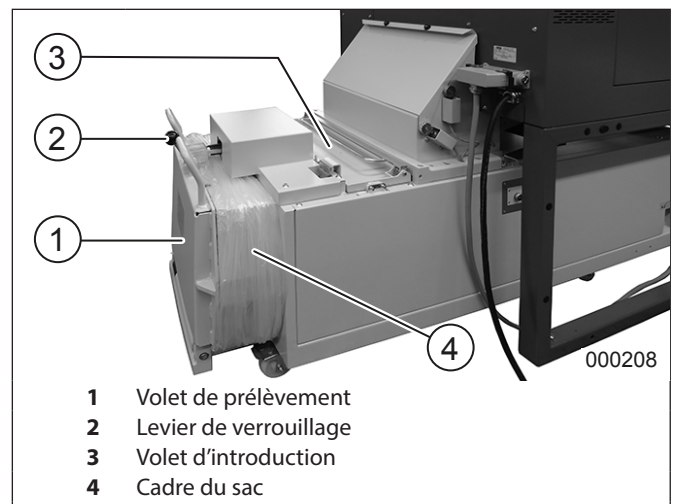

fig. 17 Ouverture du volet de prélèvement
Une pression prolongée sur ce poussoir (au moins pendant 2 secondes) fait légèrement reculer le vérin de compression et fait légèrement avancer le levier de verrouillage (fig. 17/2) (annulation de la pression exercée sur le volet de prélèvement).
Le volet de prélèvement (fig. 17/1) peut alors être ouvert, ce qui est nécessaire lorsque le compacteur a comprimé un balle et que celle-ci est prête pour l'éjection.
1. Ouvrir le volet d'introduction (fig. 17/3).
6. Fermer le volet d'introduction (fig. 17/3).
Ouverture du volet de prélèvement (fig. 17/1):
1. Appuyer sur le poussoir « Ouverture volet de prélèvement » (fig. 12/2). Le vérin de compression recule légèrement et le levier de verrouillage (fig. 17/2) avance légèrement pour relâcher la pression exercée sur le volet de prélèvement.
1. Fermer le volet d'introduction (fig. 17/3).
2. Ouvrir le volet de prélèvement (fig. 17/1).
4. Retirer le sac de son cadre (fig. 17/4).
5. Fermer le volet de prélèvement (fig. 17/1) ainsi que le volet d'introduction (fig. 17/3) si le destructeur de documents doit également être utilisé.
4. Introduire les bobines de bande (fig. 22/2) sur le porte-bobine (fig. 22/1) comme illustré avec les extrémités vers le bas (fig. 17).